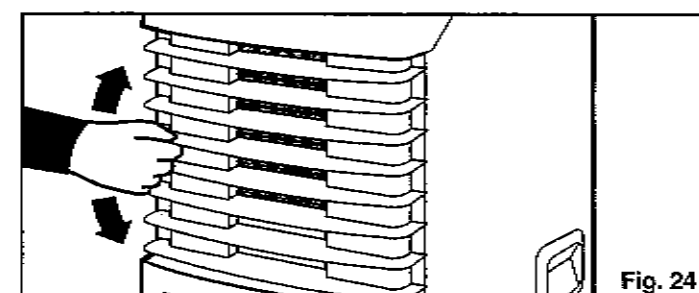

Fig. 24
5) Pour ajuster la direction de la "circulation d'air", (vers le haut / bas seulement) réglez un des volets horizontaux (à l'exception du volet du supérieur et inférieur) et tous les autres volets s'ajusteront automatiquement (à l'exception du volet supérieur et inférieur). Fig. 24.